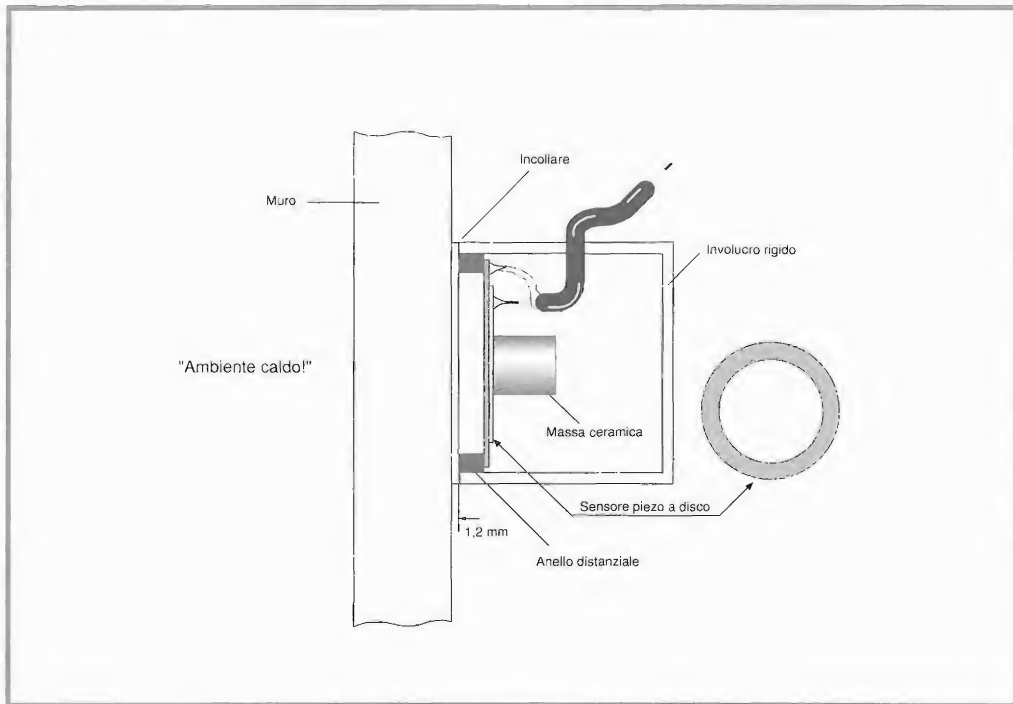

Figura 7.7. Struttura del sensore per l'ascolto a parete.
**L'**appoggiare un orecchio contro una parete per ascoltare la conversazione della stanza accanto è una delle più vecchie tecniche di spionaggio; oggi si utilizzano dei sensori a vibrazione piezoelettrici facilmente reperibili sul mercato. Il sensore va realizzato come mostra il disegno di Figura 7.7.